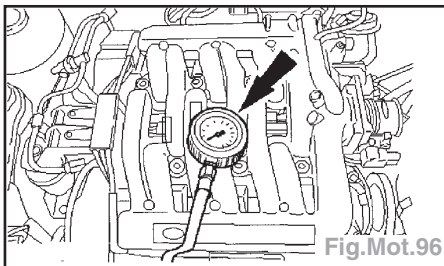

Fig.Mot.96
- Mesurer la pression d'huile (Fig.Mot.96).